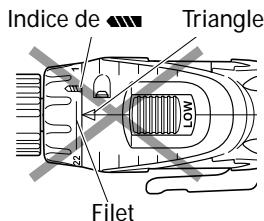

Fig. 17
- N'utilisez pas l'outil avec le sélecteur de débrayage positionné entre le chiffre "22" et la ligne au centre du symbole du foret "FORET", vous risqueriez de l'endommager (Voir Fig. 17).